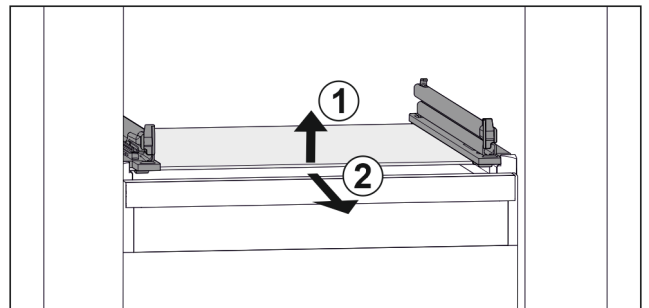

Fig. 45 Приблизне відображення скляної пластини
▶ Підняти скляну пластину спереду. Fig. 45 (1)
▶ Вийняти скляну пластину рухом вперед. Fig. 45 (2)